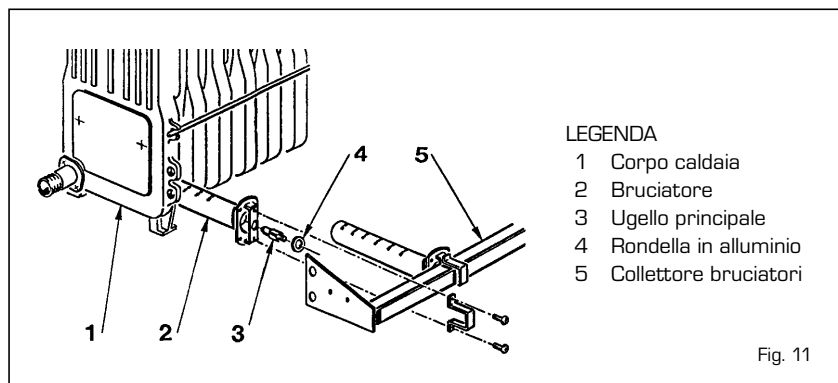

Fig. 11
- Assicurarsi che la parte superiore forata dei bruciatori sia libera da incrostazioni (fig. 11).